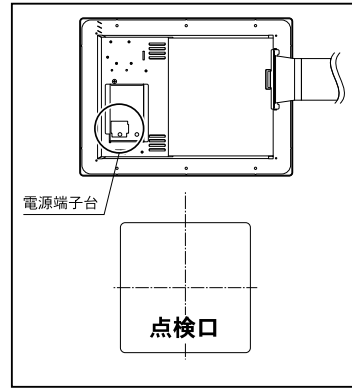

図1
①本体を取り付ける前に、浴室に対して本体取付方向を確認し、電源端子台のケーブル差し込み穴が点検口側に向くよう電源端子台を取り付け直してください。尚、図1のような場合は電源端子台を取り付け直す必要はありません。